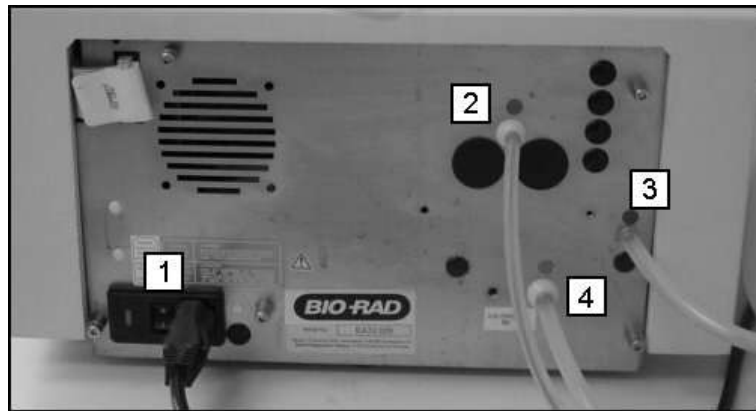
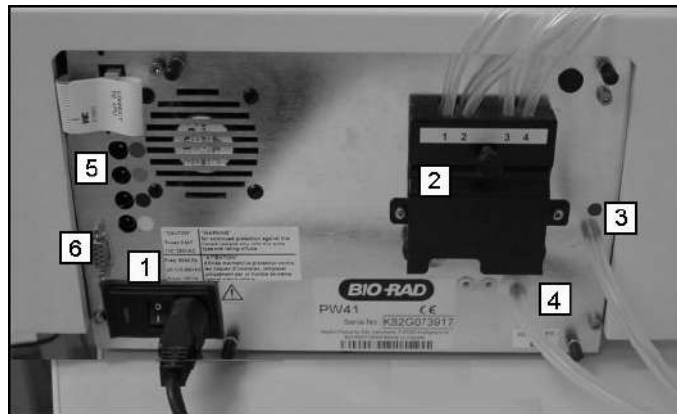

Figura 9: Panel trasero del aparato - PW 40
Figura 11: Panel trasero del aparato - PW 41
- El interruptor ENCENDIDO/APAGADO situado en el panel trasero (véase Figura 11)
- La válvula o selector de 4 entradas situada en el panel trasero del aparato (véase Figura 11). Esta válvula permite la conexión de las entradas de solución de lavado y de líquido de aclarado y sirve de selector. En la mayoría de los aparatos, esta válvula es una válvula motorizada y los cuatro tubos se conectan por la parte superior; en otros
Algunos lavadores **PW 41** poseen un selector de 4 entradas en estrella en lugar de un selector motorizado como el de la Figura 11 que aparece más arriba.
- ❑ Conecte el cable de alimentación a la parte trasera del aparato (véase [Figura 9 \[PW 40\]](#) o [Figura 11 \[PW 41\]](#)).